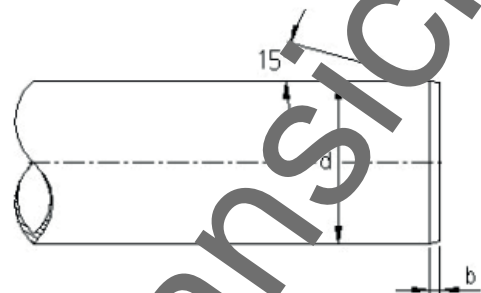

Bild 1: ABS Rohrverbindung Maß b
- die Rohrenden werden außen mit einem Winkel von ca.15°(s. Bild 1 und Tabelle 1) angeschrägt und innen entgründet